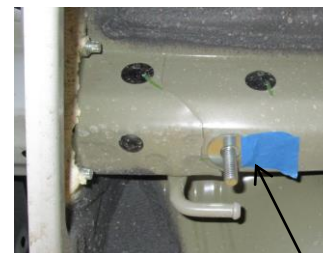

Figure 4
- 6. Installer les rondelles plates 1/2 po** – À l'aide de ruban adhésif, fixer deux (2) rondelles plates 1/2 po (art. 6) autour des boulons de carrosserie les plus à l'arrière sur le bas du cadre, un (1) par côté. **Voir la figure 4.**
- 7. Installer l'attelage** – Soulever l'attelage en position en veillant à ne pas repousser la visserie dans le cadre. À l'aide d'une douille 11/16 po, poser lâchement des rondelles coniques dentées 7/16, dents orientées contre l'attelage, et des écrous hexagonaux 7/16-14 sur les boulons de carrosserie, quatre (4) endroits. Assurez-vous que les rondelles plates (art. 6) reposent à égalité du bas du cadre.
- 9. Réinstaller l'écran thermique** – Réinstaller l'écran thermique à l'aide des quatre (4) boulons retirés à l'étape 2.
6. Installer les rondelles plates 1/2 po – À l'aide de ruban adhésif, fixer deux (2) rondelles plates 1/2 po (art. 6) autour des boulons de carrosserie les plus à l'arrière sur le bas du cadre, un (1) par côté. **Voir la figure 4.**
7. Installer l'attelage – Soulever l'attelage en position en veillant à ne pas repousser la visserie dans le cadre. À l'aide d'une douille 11/16 po, poser lâchement des rondelles coniques dentées 7/16, dents orientées contre l'attelage, et des écrous hexagonaux 7/16-14 sur les boulons de carrosserie, quatre (4) endroits. Assurez-vous que les rondelles plates (art. 6) reposent à égalité du bas du cadre.